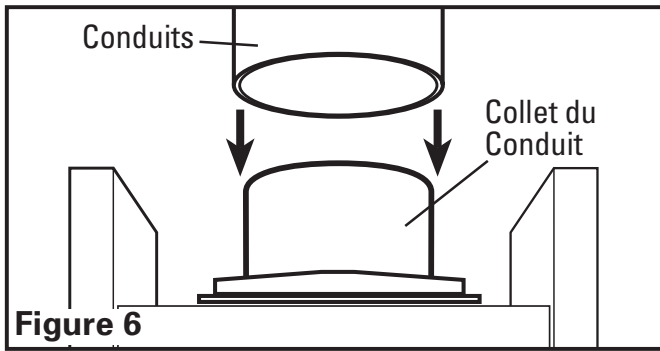

Figure 6
- Raccorder le conduit au collet de conduit du ventilateur (**Figure 6**). Fixer en place à l'aide de ruban ou de serre-joint. Toujours évacuer le ventilateur vers l'extérieur au travers de chapeau mural ou de toit.